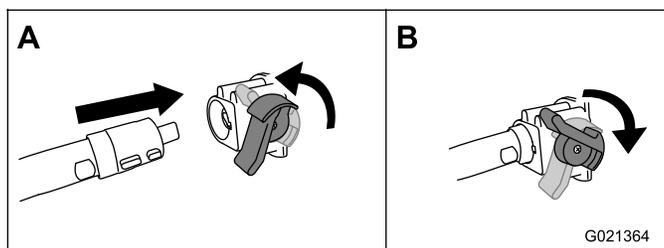

Figura 18
2. Gire la palanca de acoplamiento en sentido antihorario e introduzca el eje en el acoplamiento (Figura 18).